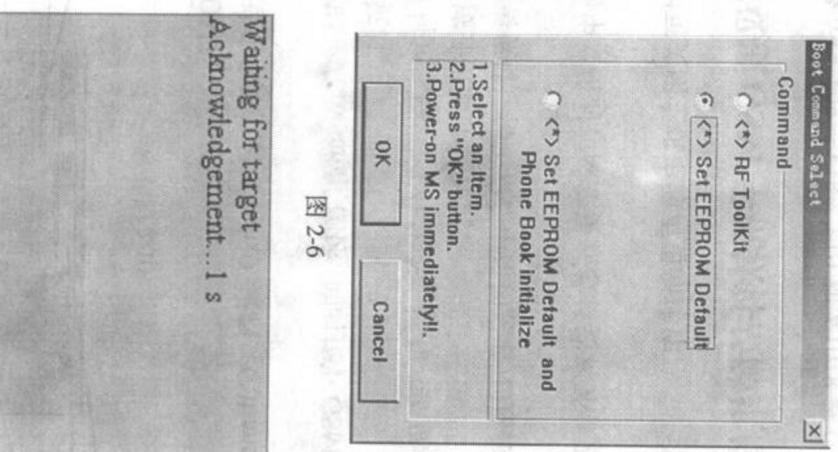

图 2-6
- ② 单击“ ”按钮，弹出对话框选定第二项如图 2-6 所示，然后单击“OK”确定，待程序运行 1 至 3 秒内时，按住 GSM 手机开机键（如果此时 GSM 手机开机，说明操作失败，重新检查连接线后重新操作），当程